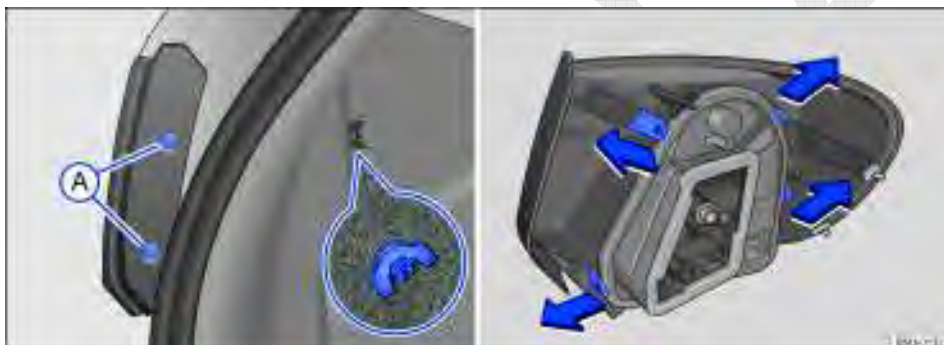

Fig. 188 Na carroceria: remover a lanterna traseira e suporte das lâmpadas.
3. Remover os parafusos de fixação ⇒ Fig. 188 (A).
4.	Soltar o parafuso borboleta ⇒ Fig. 188 (lupa) e retirá-lo, segurando, ao mesmo tempo a lanterna traseira.
5.	Puxar cuidadosamente a lanterna para fora, para desencaixá-la da carroceria ⇒ ①.
8.	Para destravar o suporte das lâmpadas, pressionar cada lingueta de travamento no sentido das setas ⇒ Fig. 188.